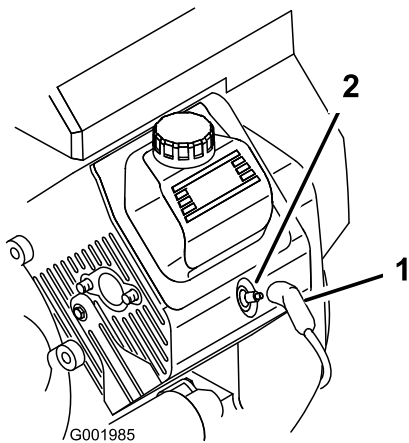

Figura 45
3. Puxe os fios das velas de ignição (Figura 45).
3. Empurre os fios para as velas de ignição (Figura 45).